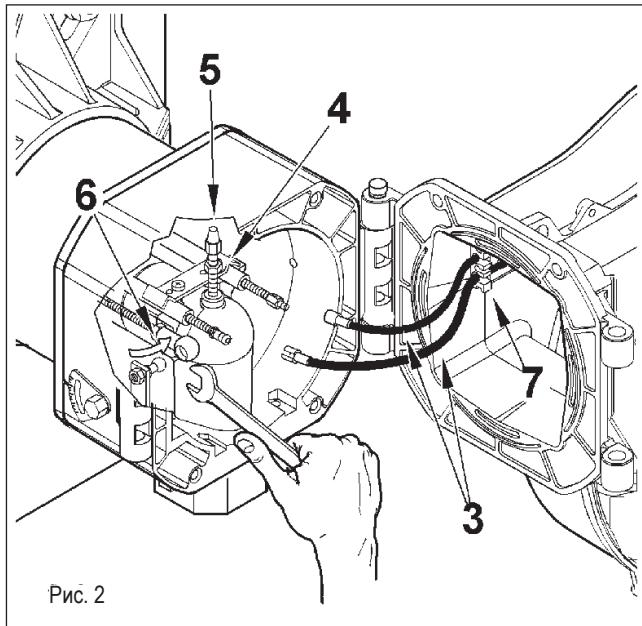
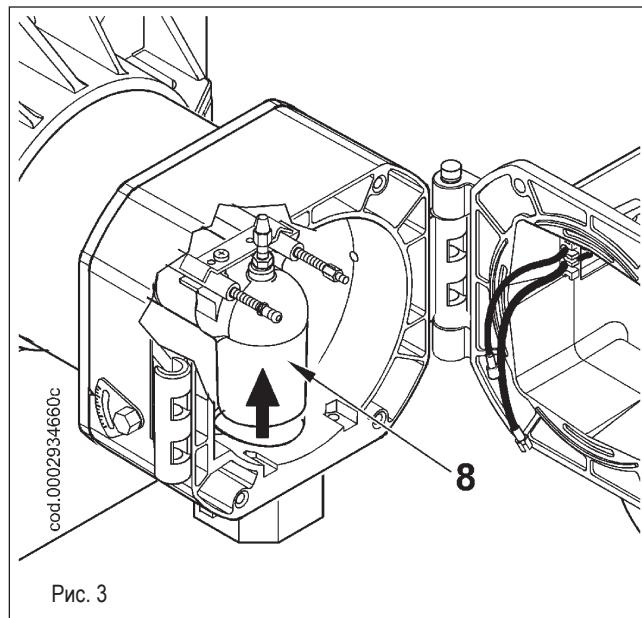

Рис. 2
Рис. 3
После того как были вынуты провода розжига и ионизации (3) из соответствующих электродов, полностью отверните гайку (4) и заверните винт (5) так, чтобы он продвинулся по газоподводящему патрубку (8), как показано на рис. 3, на расстояние, достаточное для гарантирования демонтажа узла смесителя. Используя тот же ключ, поверните шаровой шарнир (6) в направлении, указанном стрелкой, и отцепите рычаг продвижения головки горения (смотрите рис. 2).
Слегка приподнимите газоподводящий патрубок (8), смотрите рисунок 3. Снимите весь узел смесителя в направлении, указанном стрелкой (9), смотрите рисунок 4. Завершив техническое обслуживание и проверив правильное положение электродов розжига и ионизации, монтируйте головку горения, выполняя операции в обратном вышеуказанном порядке (см. 0002934691).
**!** В момент закрытия горелки, мягко потяните в сторону электрического щита, чтобы электрод розжига и ионизации слегка натянулись. После этого расположите их в соответствующих гнездах (7), смотрите рисунок 2. Это позволит предотвратить поломку электродов крыльчаткой во время работы горелки.